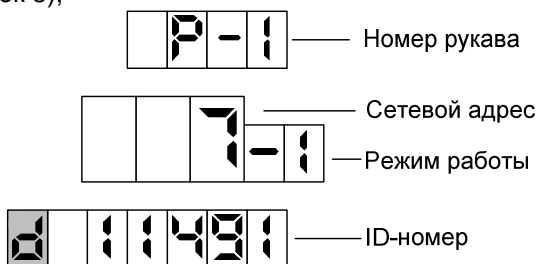

Рисунок 8
– отображение сетевого адреса, режима работы и ID-номера рукава (рисунок 8);